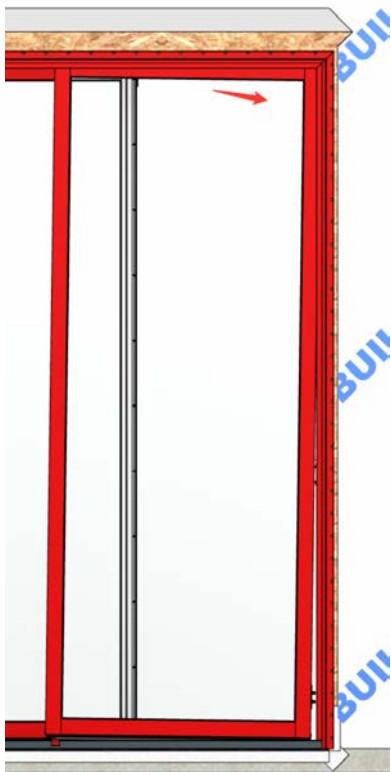

Fig P9
- Con un lado del panel apoyado en la palanca y el panel aún a aproximadamente 2" de la jamba, incline la parte superior del panel hacia la jamba (Fig. P9).